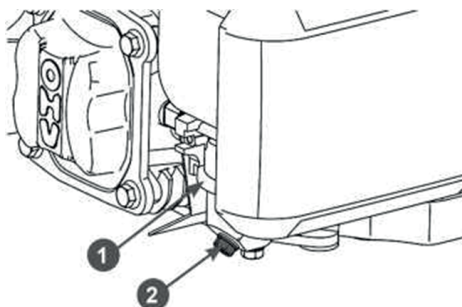

Рис. 26. Слив топлива из карбюратора
1. Установите под карбюратор 1 подходящую емкость (Рис. 26).
2. Открутите болт 2 сливного отверстия и слейте топливо из поплавковой камеры карбюратора в подготовленную для этого ёмкость (Рис. 26).